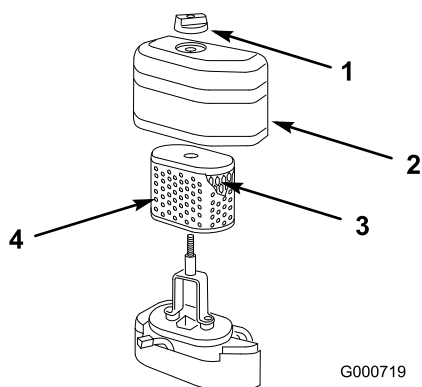

Figura 28
- Svitare la manopola e toglie il coperchio del filtro dell'aria (Figura 28);